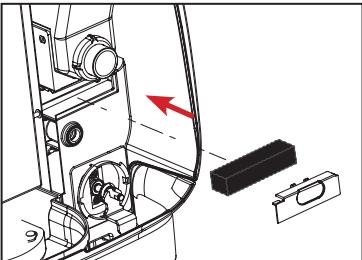

Fig.2
1. Palitan ang filter at ang takip nito. (Tingnan ang Fig.2)